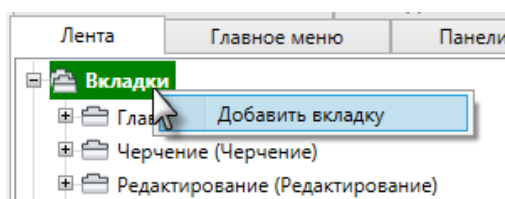

Рис. 11. Добавление новой вкладки ленты
1. Добавление новой вкладки производится выбором команды Добавить вкладку (рисунок 11) из контекстного меню раздела Вкладки в дереве элементов ленты.